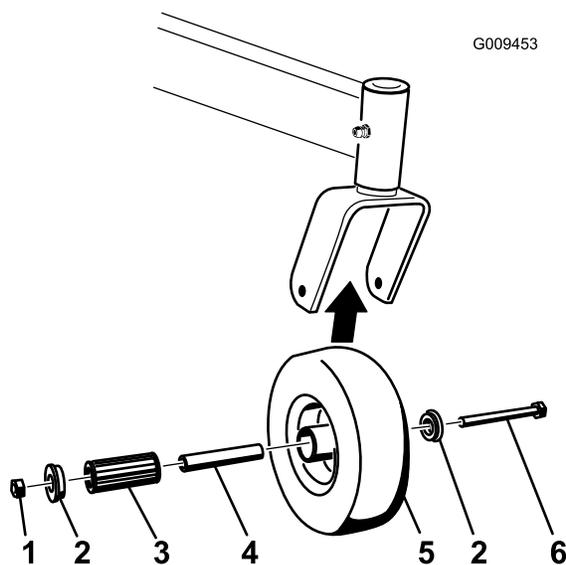

Figura 61
1. Retire la contratuerca y el perno que sujetan la rueda giratoria a la horquilla (Figura 61).
- Retire un solo casquillo y tire del casquillo intermedio y del cojinete de rodillos para sacarlos del cubo de la rueda (Figura 61).
- Retire el otro casquillo del cubo de la rueda y limpie la grasa y la suciedad del cubo de la rueda (Figura 61).
- Inspeccione el cojinete de rodillos, los casquillos, el casquillo intermedio y el interior del cubo de la rueda para comprobar que no están desgastados. Cambie las piezas defectuosas o desgastadas (Figura 61).
- Para montar el conjunto, coloque un casquillo en el cubo de la rueda. Engrase el cojinete de rodillos y el casquillo intermedio y deslícelos en el cubo de la rueda. Coloque el segundo casquillo en el cubo de la rueda (Figura 61).
- Instale la rueda giratoria en la horquilla y fjela con el perno y la contratuerca. Apriete la contratuerca hasta que el casquillo intermedio se apoye contra el interior de las horquillas de las ruedas giratorias (Figura 61).